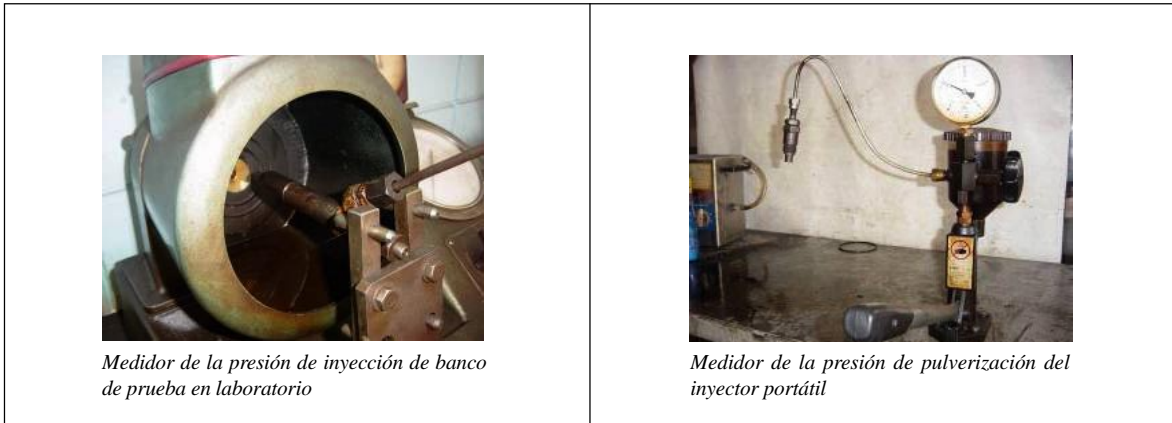

Fig. 3.4 Medidores de presión de inyección para inyectores (Foto F. Cáceres)
- Comprobación de la presión de inyección y pulverización del inyector y tobera, el mismo que se podrá realizar con probadores, como el mostrado en la fig.3.4